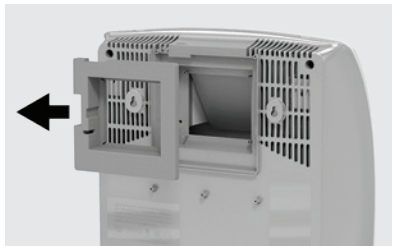

Рисунок 19
- 4. Аккуратно извлеките пенопластовый теплоизоляционный элемент (рис. 19).